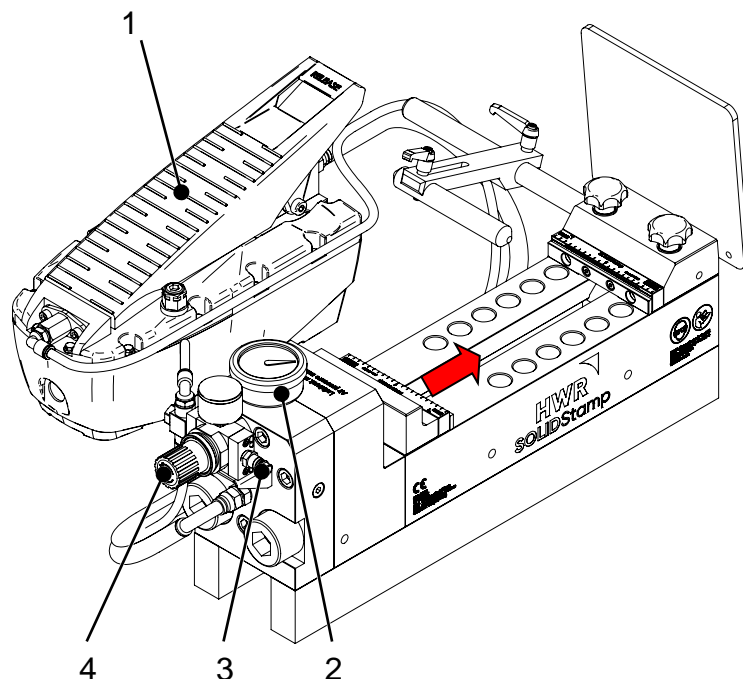

Abb. 2-2: Funktionsweise der SOLIDStamp-Prägestation
Die Prägestation wird mit der Lufthydraulikpumpe (1) betätigt. Über den Druckluftanschluss (3) wird die Pumpe mit Druckluft versorgt. Der Luftdruck ist über das Druckregelventil (4) einzustellen und gibt den zu erreichenden hydraulischen Druck vor. Der hydraulische Druck darf maximal 320 bar (2) betragen, der Luftdruck max. 5 bar. Durch Einleiten des hydraulischen Druckes in die Prägestation wird ein einfach wirkender Zylinder betätigt und der Prägeschlitten bewegen sich (siehe Pfeilrichtung in Abb. 2-2) in Richtung der Positionierbacke.